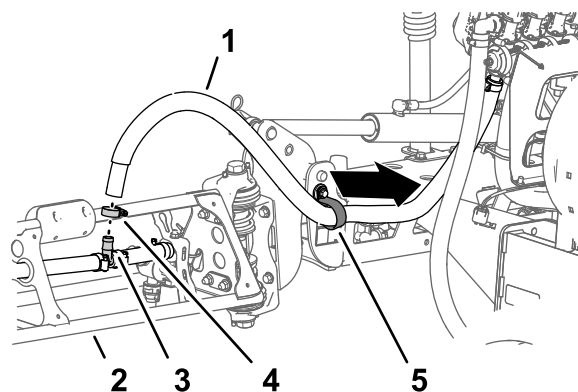

Figura 35
1. En la sección de fumigación exterior, retire la abrazadera que sujeta la manguera de la sección de fumigación al acoplamiento en T dentado (Figura 35).
2. Retire la manguera del acoplamiento en T (Figura 35).
3. Retire el extremo libre de la manguera de la abrazadera en R (Figura 35).